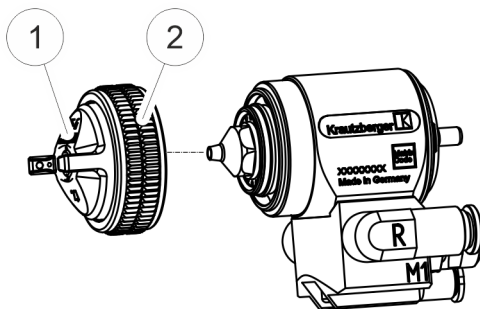

Fig. 17: Rimozione del dado a risvolto con l'ugello dell'aria
2. ➔ Allentare il dado a risvolto (Fig. 17/2) e rimuoverlo insieme all'ugello dell'aria (Fig. 17/1).